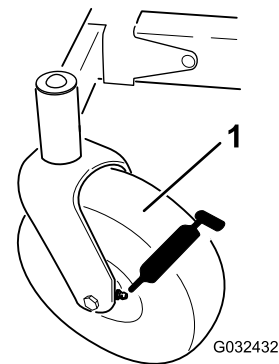
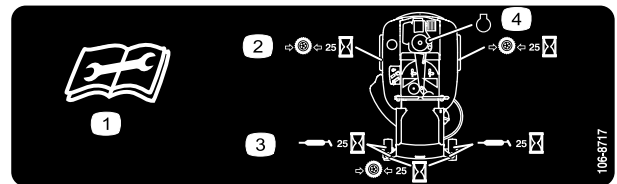

Bild 34
Bild 35
3. Reinigen Sie die Schmiernippel (Bild 34 und Bild 35) mit einem Lappen.
4. Setzen Sie die Fettpresse nacheinander an allen Nippeln an (Bild 34 und Bild 35).